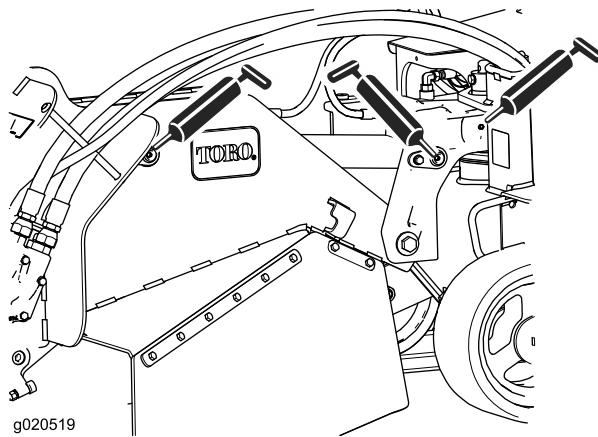
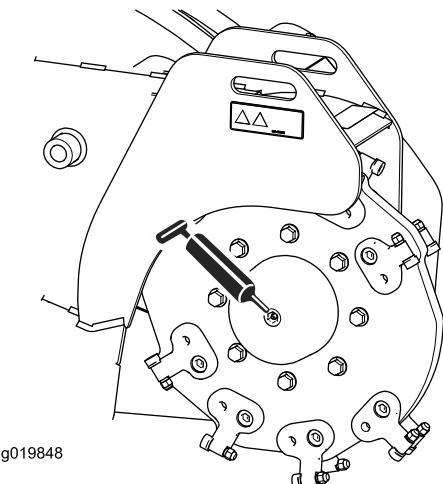

Figura 28
Figura 26
3. Ligue uma pistola de lubrificação ao encaixe (Figura 26 a Figura 28).